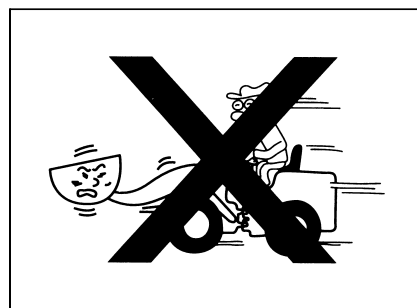

Рис. 1-46
- Двигатель должен работать стабильно, категорически запрещается совершать поворот при высокой скорости движения(рис. 1-46)..